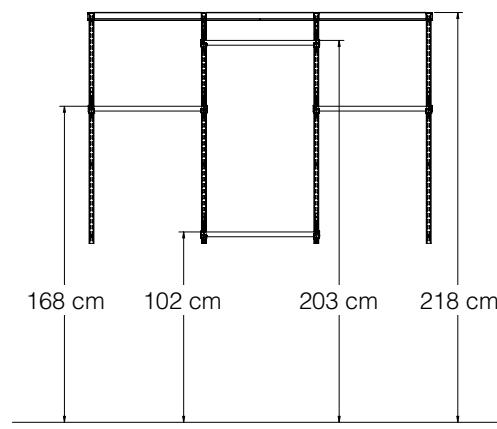

Figure 1
ÉTAPE 3: Installez le rail d'accrochage sur les montants du mur (le dessus du rail à 218 cm) à l'aide du niveau et des vis incluses (**Figure 1**).
- c. La hauteur standard pour les tringles (en mesurant du plancher jusqu'au dessus de la tringle) est de 168 cm pour un agencement à tringle simple, 102 cm et 203 cm pour un agencement à 2 tringles (**Figure 1**).